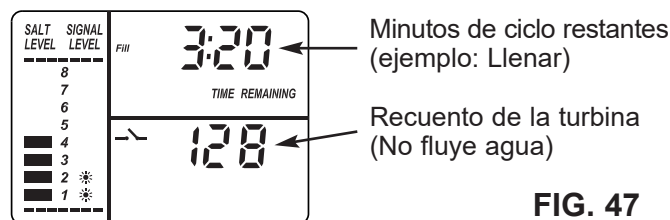

FIG. 47
**FUNCIONAMIENTO DE LA TURBINA:** Si no fluye agua por el ablandador, el indicador de la turbina mostrará tres ceros. Cuando fluye agua, se repite un recuento de 000 a 140 por cada galón (3.8 litros) de agua que pasa por la turbina. Para comprobar el funcionamiento positivo de la turbina cuando aparecen ceros en la pantalla, abra un grifo cercano de agua blanda y observe el recuento de la turbina. Si no obtiene una lectura en la pantalla con el grifo abierto, jale la caja del sensor del puerto de salida de la válvula (vea la Fig. 47). Pase un pequeño imán de un